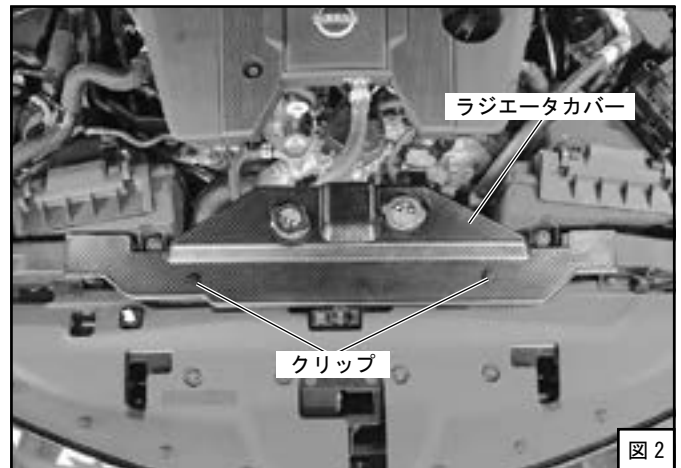

図 2
- 4) 付属のクリップを使用してラジエータカバーを固定してください。(図 2)